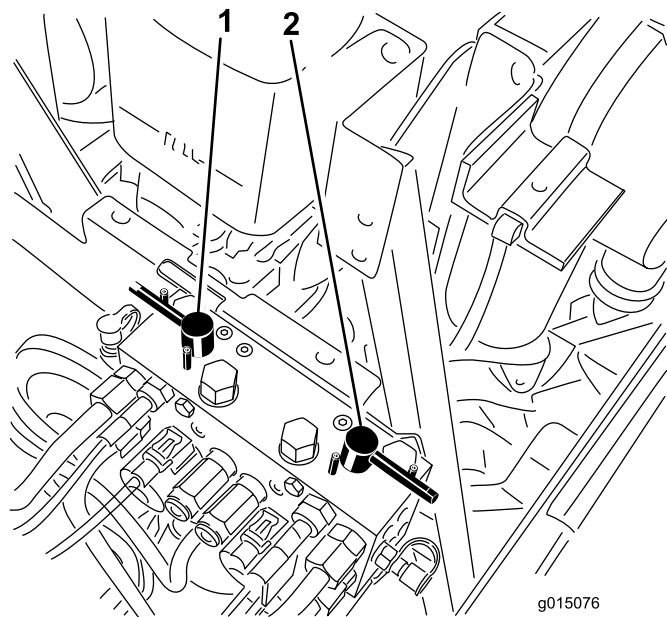

図 81
- バックラップレバーで、前のカッティングユニット又は後ろのカッティングユニット、あるいは両方を選択する図 81。